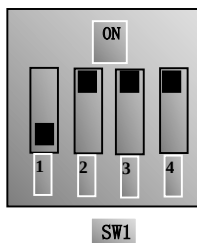

图 5-11
- (6) 对于 E2300 系列 37kW 及以上功率变频器控制端子排附近有一个四位红色拨码开关 SW1，如图 5-11 所示。拨码开关选择模拟量输入端子 AI1、AI2 输入范围 (0~5V/0~10V/0~20mA)；通过 F203 选择输入通道，通过 F438、F439 设置输入信号类型为电压信号还是电流信号。出厂时拨码开关的位置如图 5-11，即 AI1 为 0~10V 输入，AI2 为 0~20mA 输入；其它拨码开关的位置与调速方式详见下表 5-3。